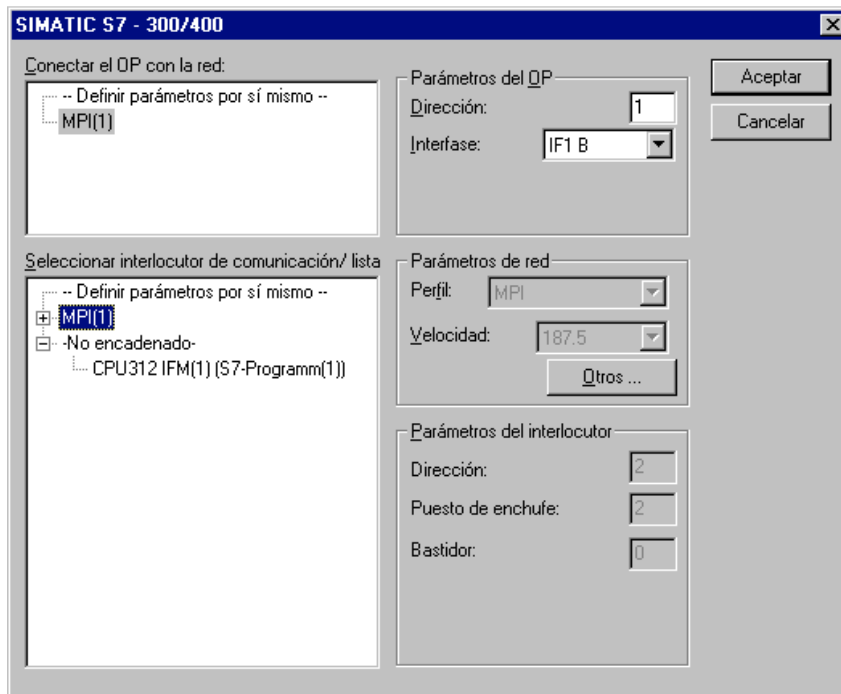

Fig. 2.7. Administrador de simatic s7
- Puede utilizar el administrador de SIMATIC (fig. 2.7) como puesto de mando central para la creación, edición y administración de proyectos de ProTool.